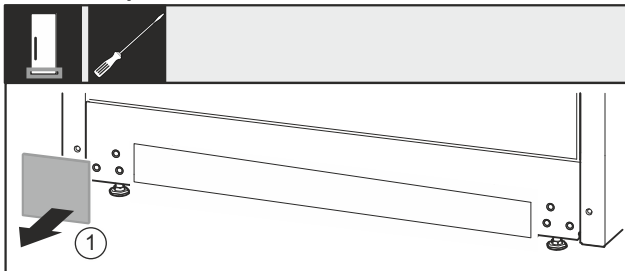

Fig. 37
- ▶ Scoateți capacul Fig. 37 (1).